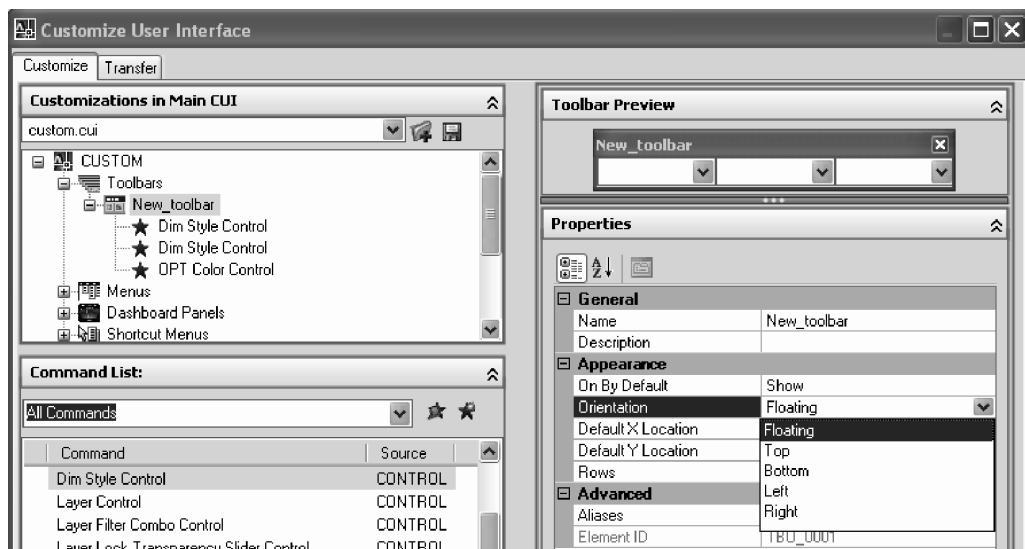

Fig. 11.14 Definirea unui nou meniu grafic
4. Se selectează noul meniu grafic și, din panoul din dreapta, **Properties**, se aleg opțiunile privind afișarea acestuia: vizibilitatea, poziția etc. – vezi Fig. 11.14.